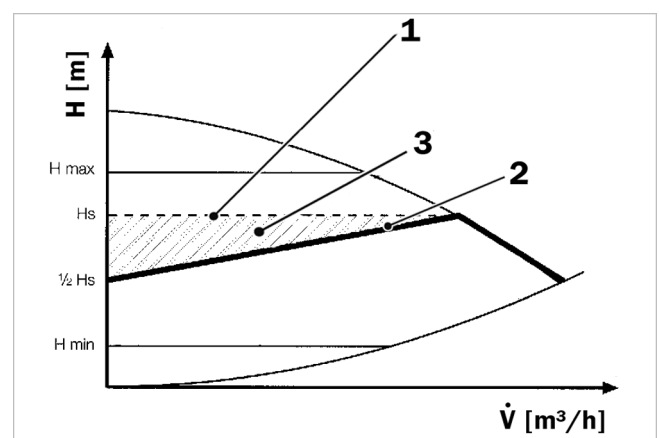

Abb. 18: Regelcharakteristik Wilo Stratos PICO
• Differenzdruck variabel (Δp -variabel) (2)
Die Elektronik verändert den von der Pumpe einzuhaltenden Differenzdruck über den zulässigen Förderstrombereich linear zwischen $\frac{1}{2} H_s$ und H_s (vgl. → Abb. 18 (2)). Der Differenzdruck-Sollwert H_s ändert sich mit dem Förderstrom, d. h., bei abnehmender Fördermenge wird auch der Differenzdruck (Förderhöhe) reduziert. Diese Regelungsart bietet sich besonders bei Heizungsanlagen mit Heizkörpern an, da die Fließgeräusche an den Thermostatventilen reduziert werden.